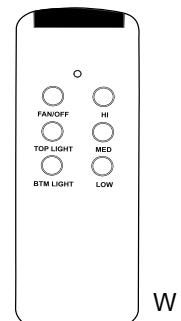

Fig. 2
4. Instale la batería de 9 voltios (Z) provista.
5. Vuelva a conectar la electricidad. Dentro de 30 segundos de haber conectado la electricidad de nuevo, oprima el botón "FAN/OFF" en el transmisor del control remoto (W) por 5 segundos o hasta que la luz inferior parpadee dos veces. Ponga a prueba las funciones de luz y ventilador para confirmar que se haya acabado el proceso de aprendizaje. [Fig. 2]